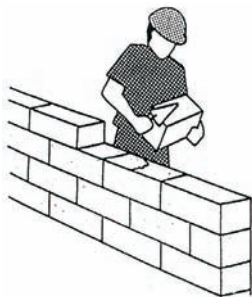
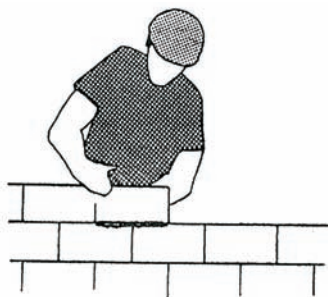

Figura 6
Figura 7
- 3º) A argamassa de assentamento deve ser estendida sobre a superfície horizontal da fiada anterior e na face lateral do bloco a ser assentado (Figura 6). A quantidade de argamassa deve ser tal que parte dela seja expelida quando for aplicada pressão sobre o bloco (Figura 7).